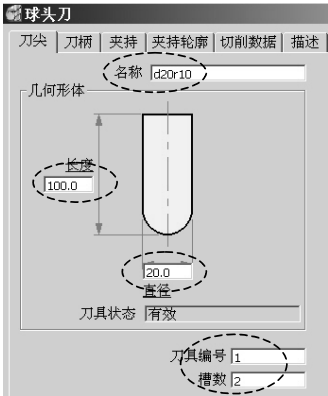

图 4-11 切削刃部分参数
- 2) 创建精加工刀具：在 PowerMILL 资源管理器中右击 “刀具” 树枝，在弹出的快捷菜单条中选择 “产生刀具” → “球头刀”，打开 “球头刀” 表格，按图 4-11 所示设置刀具切削刃部分的参数。